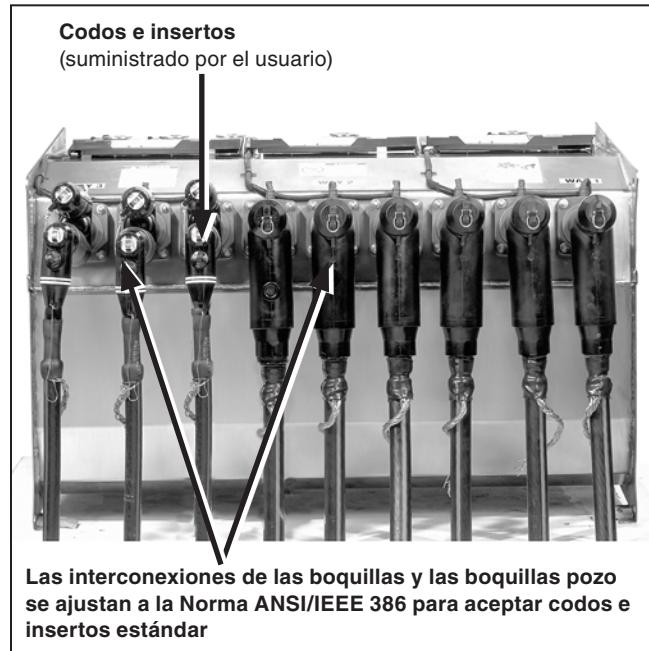

Figura 9. Se ilustra el tanque del interruptor Vista con codos e insertos suministrados por el usuario. (Unidad manual mostrada con fines de ilustración).
PASO 2. Remate los cables con codos siguiendo las instrucciones del fabricante de los mismos. Ver Figura 9.